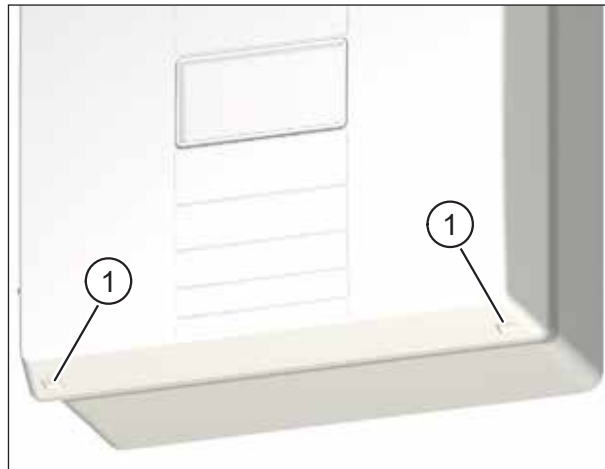

Abb. 22: Gerätedeckel vom Lüftungsgerät abnehmen
- ▶ Drücken Sie mit beiden Daumen auf die beiden Rasthaken (Pos. 1 in Abb. 22) an der Unterseite des Lüftungsgerätes. Der Gerätedeckel löst sich.